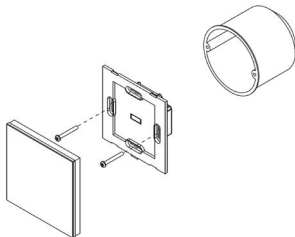

Рис.4. Установка панели управления в монтажную коробку.
3.7. Установите корпус панели в монтажную коробку и закрепите его при помощи двух винтов (Рис.4).